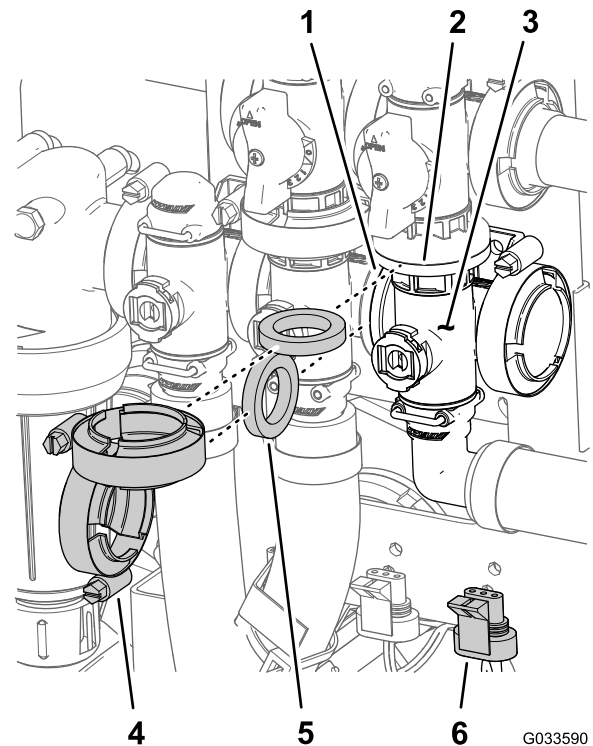

Figura 129
1. Alinee la brida del distribuidor de la válvula maestra de los brazos, una junta y la brida de la válvula maestra de desvío de los brazos (Figura 129).
2. Monte el distribuidor de la válvula maestra de los brazos, la junta y la válvula maestra de desvío de los brazos con una brida de fijación apretada a mano (Figura 129).
3. Alinee la brida del distribuidor de la válvula maestra, una junta y el distribuidor de la válvula de agitación (Figura 129).
4. Monte el distribuidor de la válvula maestra, la junta y el distribuidor de la válvula de agitación con una brida de fijación y apriete a mano (Figura 129).
- Monte la válvula de agitación en el soporte de la válvula con el perno con arandela prensada y la contratuerca con arandela prensada (**Figura 129**) que retiró en el paso 3 de **Retirada del distribuidor de la válvula maestra de los brazos (página 84)**, y apriete el perno y la tuerca a 10–12 N·m (90-110 pulgadas-libra).